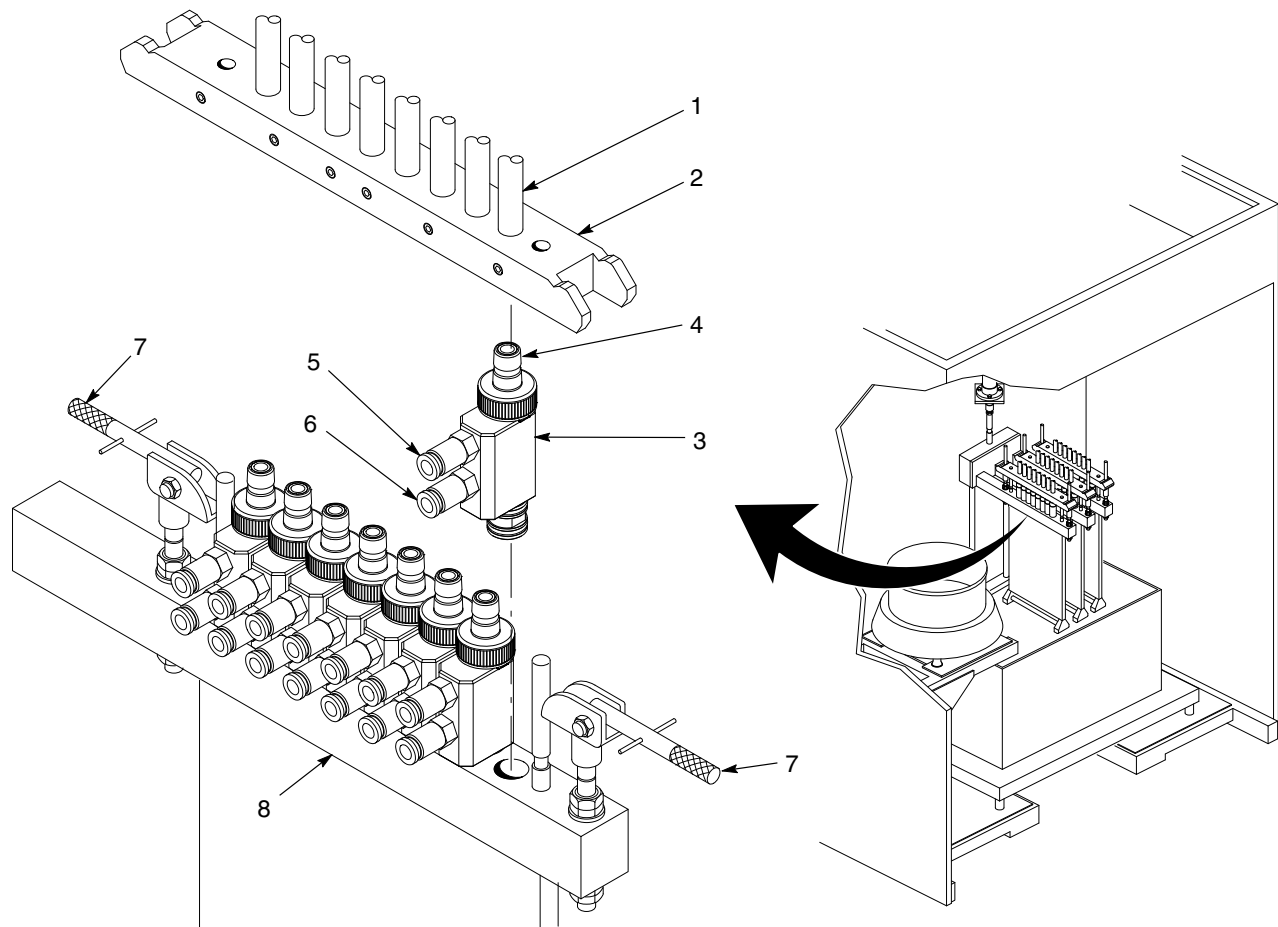

Figura 2 Extracción e instalación de las bombas lineales en conjuntos de lanza
3. Ver la figura 2. Mover las palancas de sujeción (7) a la posición inferior.
4. Sacar el distribuidor de manguera de alimentación (2) de las bombas. Tener cuidado de no dañar las gargantas Venturi de la bomba (4). Limpiar el distribuidor de manguera de alimentación y las bombas.
5. Desconectar el tubo de aire de los racores de aire de flujo (6) y de atomización (5) de la bomba.
6. Extraer la bomba (3) del bloque distribuidor (8) con un ligero movimiento de giro.
1. Ver la figura 2. Insertar la bomba (3) dentro del bloque distribuidor (8) hasta que el cuerpo de la bomba haga tope con la parte inferior del bloque.
2. Conectar los tubos de aire de flujo y de atomización a los racores de aire de flujo (6) y de atomización (5).
3. Instalar el distribuidor de manguera de alimentación (2) con las gargantas Venturi de la bomba (4).
4. Mover las palancas de sujeción (7) a la posición superior.